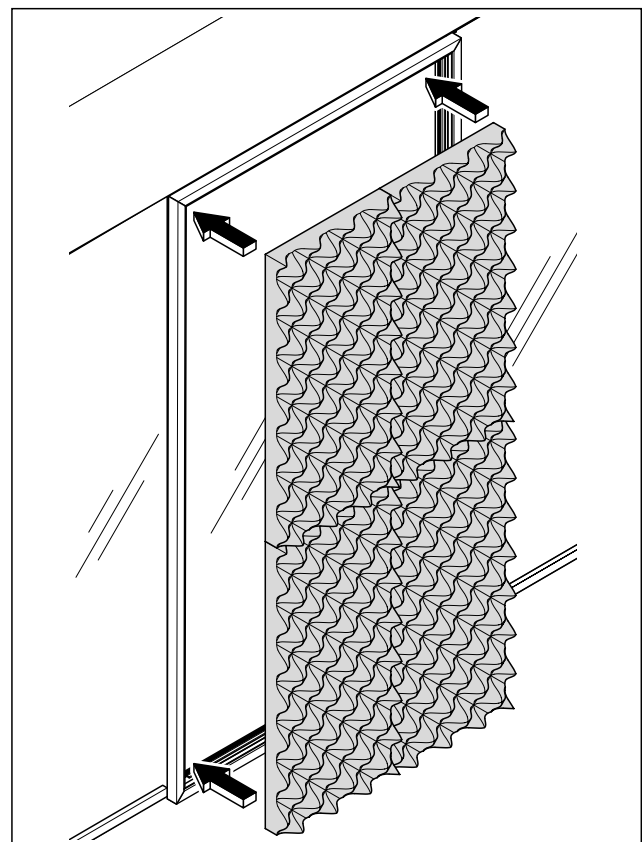

Abb. 36 Das schallabsorbierende Material auf dem Glas vollflächig anbringen
- Das schallabsorbierende Material zuschneiden und auf dem Glas vollflächig anbringen (Abb. 36).